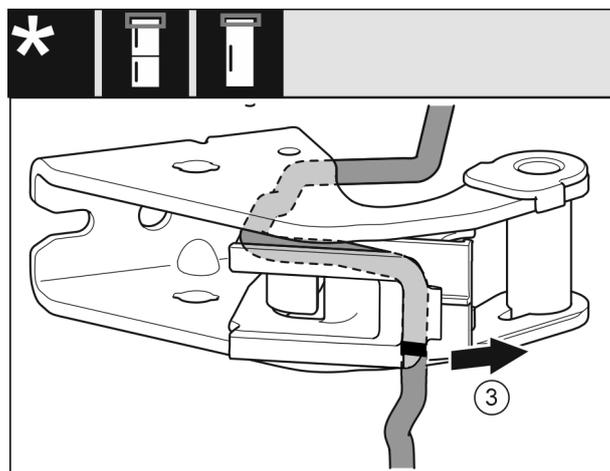

Fig. 25
- ▶ Desmonte el cable con el soporte del cable del soporte de cojinete. Fig. 25 (3)